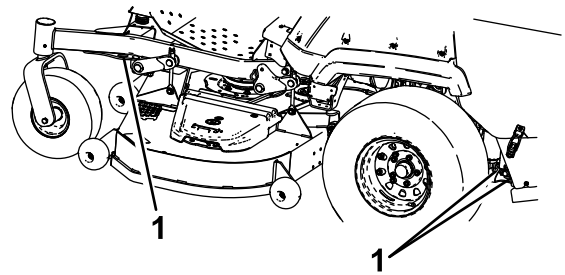

Figure 32
6. Arrimez la machine près des roues pivotantes avant et du cadre arrière à l'aide de sangles, chaînes, câbles ou cordes (Figure 32). Voir la réglementation locale concernant les exigences en matière d'arrimage.